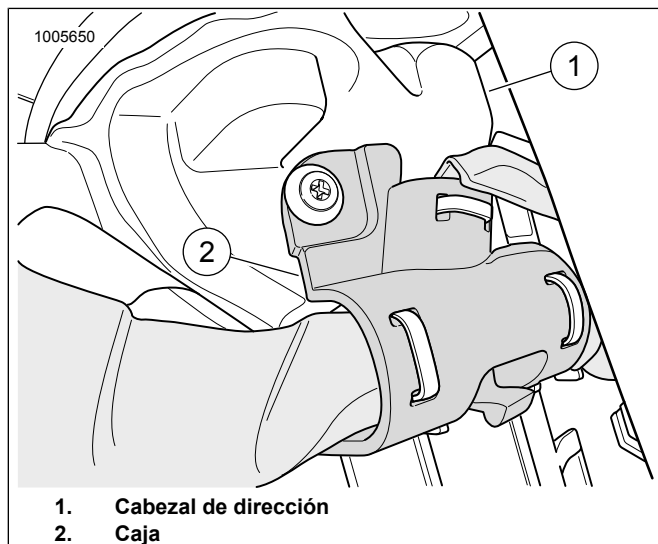

Figura 10. Cabezal de dirección
9. Consulte la Figura 10. Pase el extremo del arnés de 48 pulg. al cabezal de dirección (1). Use una caja (2) para asegurar el arnés.